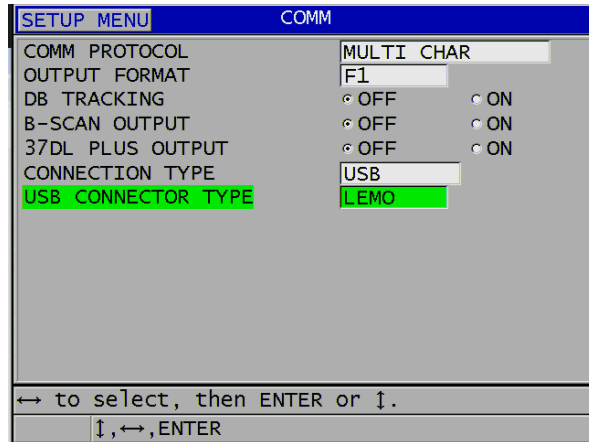

Figura 14-1 Seleção do USB e tipo de conector
6. Na tela **COMM** (COMUNICAÇÃO), defina o **CONNECTION TYPE** (TIPO DE CONEXÃO) como **USB** (consulte Figura 14-1 na página 277).